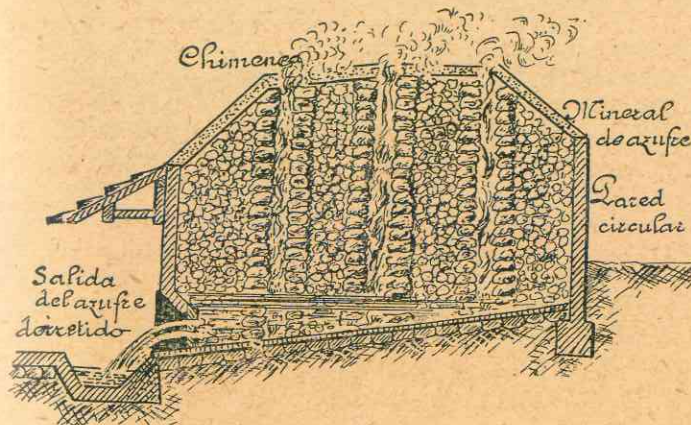
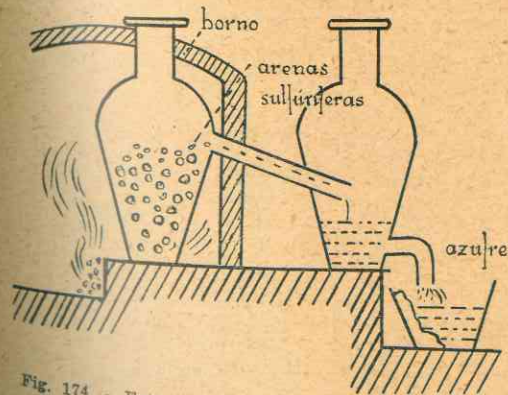

Fig. 173. - Extracción del azufre. Método de Calcaroni.
Fig. 174. - Extracción del azufre por destilación. Método de los Doppioni.
a) **Método siciliano de los Calcaroni** (1) (fig. 173). Se hacen en las tierras sulfurosas unos montones dispuestos de modo que tengan en su interior huecos por donde pueda circular el aire; estos montones descansan sobre un plano inclinado para que el azufre fundido se reúna en la parte más baja, de donde es llevado por un conducto en depósitos o moldes. Se enciende el mineral, el calor se trasmite a toda la masa la cual se funde, cae al fondo y va a solidificarse en las cubetas exteriores. El azufre se obtiene con relativa pureza.
(1) Este método se usa en Sicilia y donde el combustible es caro
b) **Procedimiento por destilación o de los Doppioni** (fig. 174). Se introducen las arenas sulfuríferas en unos recipientes de gres (harro) colocados en un horno de reverbero. Se enciende la ma-